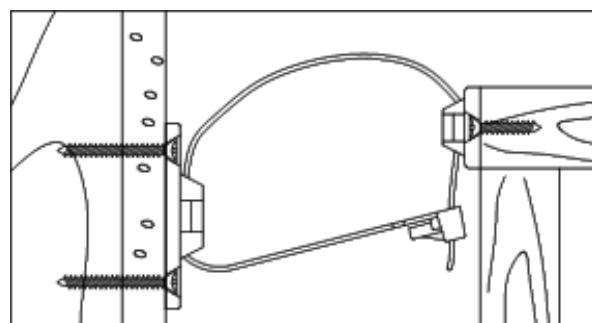

Figura 3
3) **PARA MONTAR LAS PLACAS DE PARED:** Coloque la placa de pared sobre la marca de viga seleccionada de manera que quede cerca de la placa en el mueble cuando mueva este a su posición final. La placa de pared debe ubicarse UNA pulgada debajo de la placa de mueble (Vea figura 3). Utilice los DOS tornillos Largos para asegurar la placa a la pared. Recuerdo colocar la placa de pared de manera vertical para que los dos tornillos entren en la viga seleccionada.